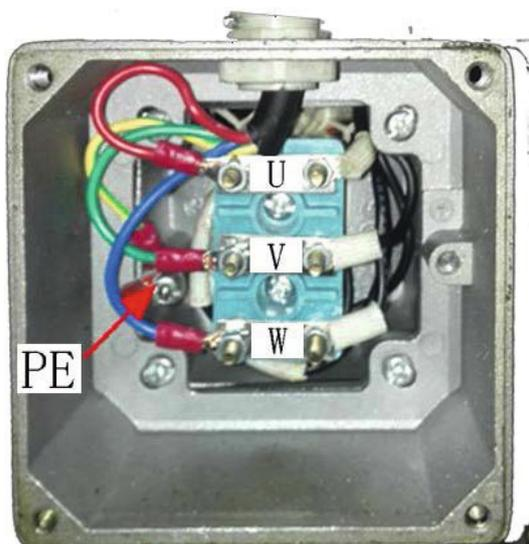

fig.10
- Connexion de la ligne électrique : Connecter la ligne électrique 380V triphasée à quatre fils (câble de 3x2,5MM2+ 1x1,5 MM2) aux interfaces U, V, W et à la borne d'entrée de l'armoire de commande, et connecter le fil de mise à la terre PE au boulon de mise à la terre étiqueté en premier lieu, puis aux boulons de mise à la terre étiquetés au bas des deux plates-formes (Fig. 10, 11).